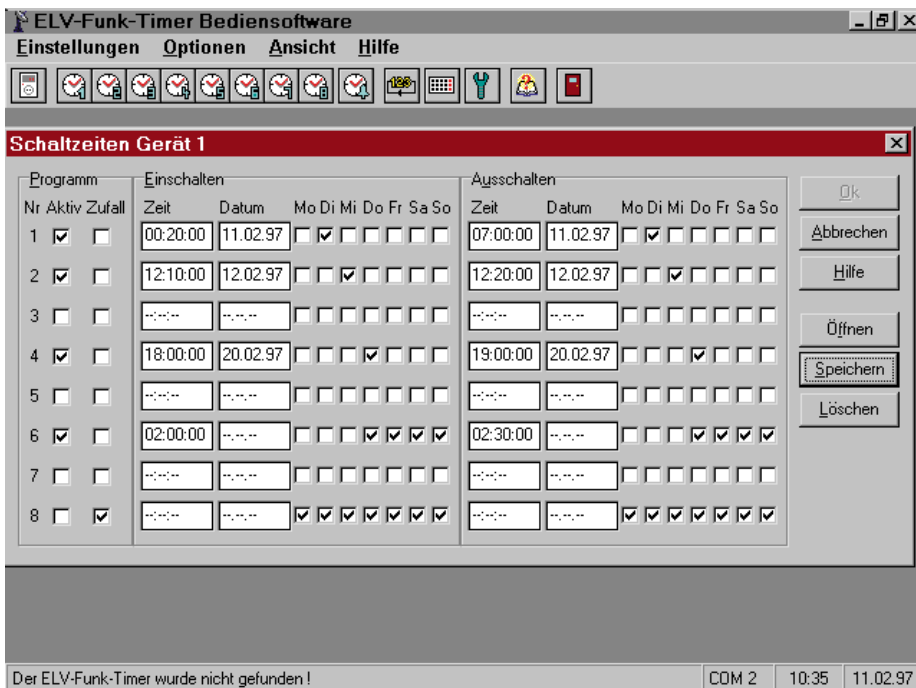

Bild 4: Komfortable Programmierung der Schaltzeiten
- Programmierung bis zu 8 Ein- und 8 Ausschaltzeiten für die bis zu 8 Empfangssteckdosen (siehe Abbildung 4)